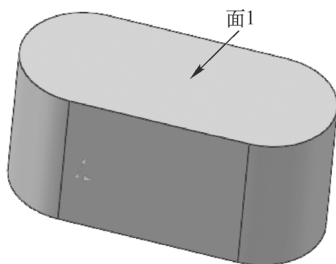

图 6-44 拉伸图形
- 4) 单击“特征”控制面板中的“拉伸凸台/基体”按钮, 将步骤 3) 中绘制的草图拉伸成深度为 60 的实体, 拉伸后的图形如图 6-44 所示。
- 6) 在“参数”选项组的列表框中, 单击选择图 6-44 所示的表面 1, 在“距离”文本框中输入“50”, 选择“连续圆顶”复选框, “圆顶”属性管理器设置如图 6-45 所示。